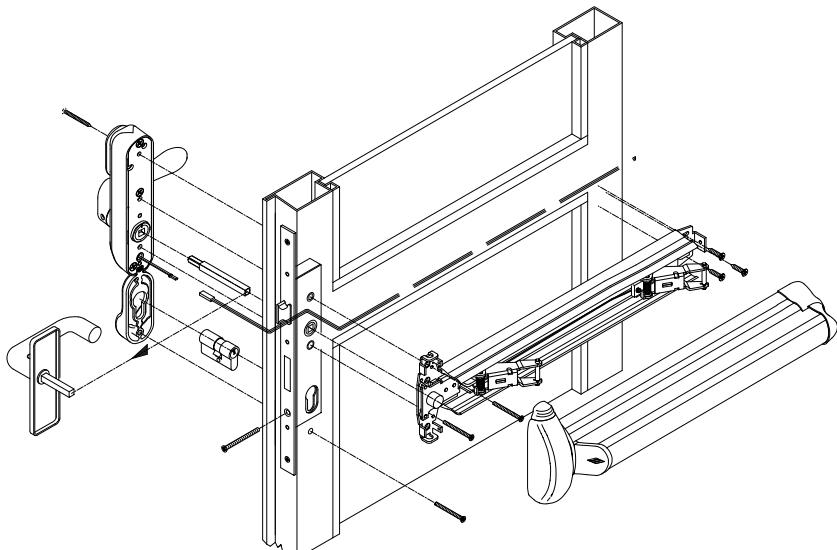
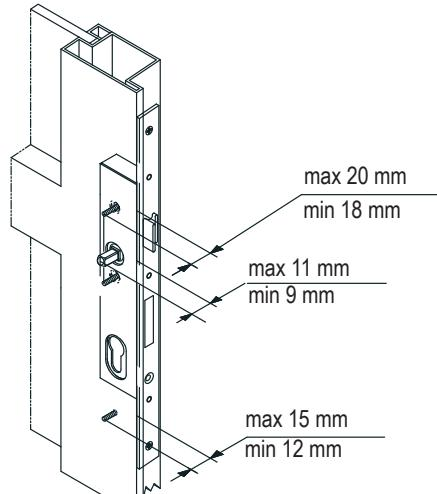

FIG. 4
FIG. 5
IT PREDISPOSIZIONE DELLA PORTA TAGLIAFUOCO PER IL MONTAGGIO CON ELETTROMANIGLIA VERSIONE INFILARE art. 1.07074.71.0 con interasse 92 mm. (Fig. 4 - Fig. 5)
- 4A. installare il quadro, fornito con l'elettromaniglia, verificando che la sporgenza sia compresa nelle dimensioni indicate in fig. 5;
Con il meccanismo della scatola principale del maniglione in appoggio dal lato interno porta, inserire le viti di fissaggio passante in dotazione, verificando che la sporgenza sia compresa nelle dimensioni indicate in fig. 5.
FR PREPARATION DE LA PORTE COUPE-FEU POUR LE MONTAGE AVEC POIGNEE ELECTRIQUE VERSION A ENFILER art. 1.07074.71.0 avec entraxe 92 mm. (Fig. 4 - Fig. 5)
- 4A. Installer le tableau fourni avec la poignée électrique, vérifier que son déplacement soit compris dans la plage de dimensions indiquées sur la fig. 5 ;
Avec le mécanisme du carter principal de la barre anti-panique situé sur le côté intérieur de la porte, insérer les goujons fournis et vérifier que leur dépassement soit compris dans la plage de dimensions indiquées sur la fig.5.
DE VORRÜSTUNG DER BRANDSCHUTZTÜR FÜR DIE MONTAGE EINES ELEKTRODRÜCKERS IN EINSTECKAUSFÜHRUNG Art. 1.07074.71.0 mit Dornmaß 92 mm. (Abb. 4 - Abb. 5)
- 4A. Den mit dem Elektrodrücker mitgelieferten Vierkantstab montieren und sich dabei überzeugen, dass er nicht weiter vorsteht als in Abb. 5 angegeben;
Mit dem auf der Türinnenseite aufliegenden Mechanismus des Hauptschlüsselkastens der Betätigungsstange die mitgelieferten durchgehenden Befestigungsschrauben einsetzen und sich überzeugen, dass sie nicht über die in Abb. 5 angegebenen Maße vorstehen.
EN PRE-SETTING A FIRE DOOR FOR INSTALLATION OF A MORTISE VERSION ELECTRIC HANDLE item 1.07074.71.0 with center distance 92 mm (Fig. 4- Fig. 5)
- 4A. install the square spindle supplied with the electric handle ensuring that its protruding part is within the dimensional range shown in fig. 5;
With the panic exit device main box mechanism resting against the door inside, introduce the supplied fixing screws, ensuring that their protruding part is within the dimensional range shown in fig. 5.
ES PREPARACIÓN DE LA PUERTA CORTAFUEGOS PARA MONTAJE CON ELECTROMANILLA VERSIÓN EMBUTIDA Art. 1.07074.71.0, con distancia entre ejes de 92 mm (Fig. 4 - Fig. 5)
- 4A. Instale el cuadrado suministrado con la electromanilla, verificando que la parte sobresaliente esté comprendida en las dimensiones indicadas en la Fig. 5;
- 5A. La placa cilindro, con distancia entre ejes de **92 mm**, puede ser fijada al cuerpo de la electromanilla con el correspondiente tornillo suministrado. Con el mecanismo del cofre principal de la barra apoyado en el lado interior de la puerta, introduzca los tornillos pasantes de fijación suministrados, verificando que la parte sobresaliente esté comprendida en las dimensiones indicadas en la Fig.5.
NL VOORBEREIDING VAN DE BRANDDEUR OP MONTAGE VAN ELETTRISCHE HANDGREEP VOOR INSTEKMONTAGE art. 1.07074.71.0 met hartafstand van 92 mm. (Fig. 4 - Fig. 5)
- 4A. installeer het paneel dat bij de elektrische handgreep wordt geleverd. Controleer of het niet meer uitsteekt dan de afmetingen die staan aangegeven in fig. 5;
Breng met het mechanisme van het hoofddeel van de handgreep tegen de binnenzijde van de deur de bijgeleverde tapeinden bevestigingschroeven aan. Controleer of het niet meer uitsteekt dan de afmetingen die staan aangegeven op fig.5;
- 3B. install the square spindle supplied with the electric handle ensuring that its protruding part is within the dimensional range shown in fig. 5;